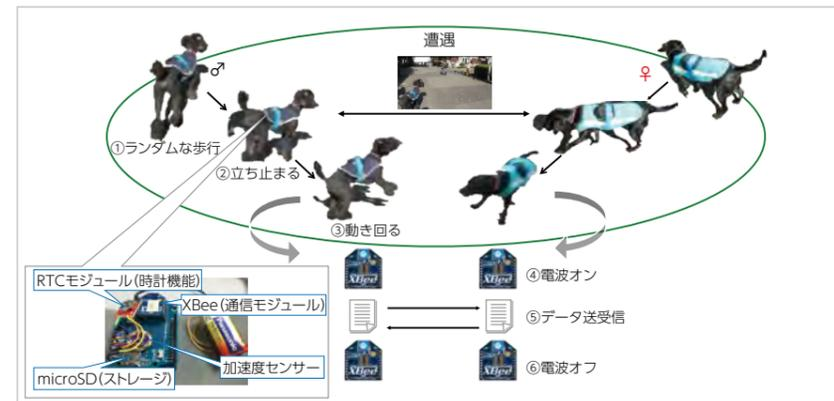

図2 イヌが散歩中に別の個体に遭遇すると、いったん立ち止まり、その後、相手を確認するため動き回る。この動作をした時にだけデータを送受信すれば、消費電力を大幅に抑えることができる。
性能や品質が既存品と同じで、低価格なロガーを量産化できれば、大量放流を実現して回収数を増やせるのではないかと。国内メーカーの協力を得て、水深は既存品と同等で、水温への追従性がより優れたロガーの開発に成功した(図2)。
■図2 既存品の3分の1の価格帯まで抑えた小型の水温・深度ロガー。これまでに1000機を作製し、実証試験に活用している。
■図2 調査船・新青丸でオオミズナギドリを沖合まで運び放鳥。えい航する観測ブイで計測しながら、追いかけていく。
三陸沿岸の繁殖地に飛来したオオミズナギドリを捕獲して、GPS装置を取り付ける。100キロメートル沖合まで運んで放鳥し、繁殖地まで戻るとの飛行データを取得する。その際、調査船で鳥を追いかけてながら、観測ブイで風速や風向きを計測するのだ(図2)。飛行データからの推定値と実測値を比較すると、実用レベルの高
散歩中に2頭のイヌが接触する状況を作り電気の消費量を調べると、接触時のみの通信では電波を発し続ける方式に比べて95パーセント以上も電力消費を抑えることができた(図2)。動物の行動をうまく利用することで、大幅な省電力化が可能だと確かめられたのだ。
■図2
また、涙に含まれるグルコースでの発電量は1~数ナノワット(ナノは10億分の1)とごくわずかだ。そのため、センサー回路の省電力化が実用化への大きな鍵となる。試作品では、従来の1万分の1程度の0.27ナノワットで動作する無線送信機回路を実現した(図2)。単3乾電池でこのセンサーを約2億個動かせるほど省電力だ。